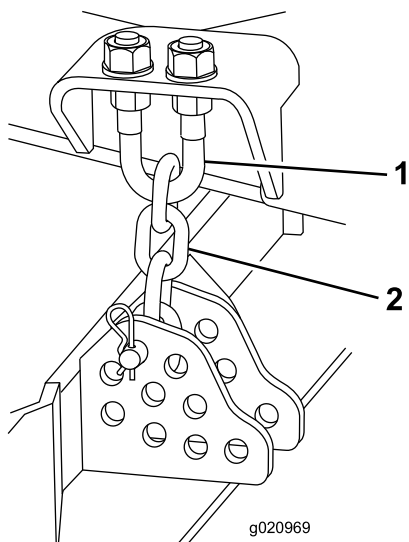

図 77
3. 刈高チェーンをカッティングユニット後部に固定しているヘアピンコッターとクレビスピンを取り外す 図 77。